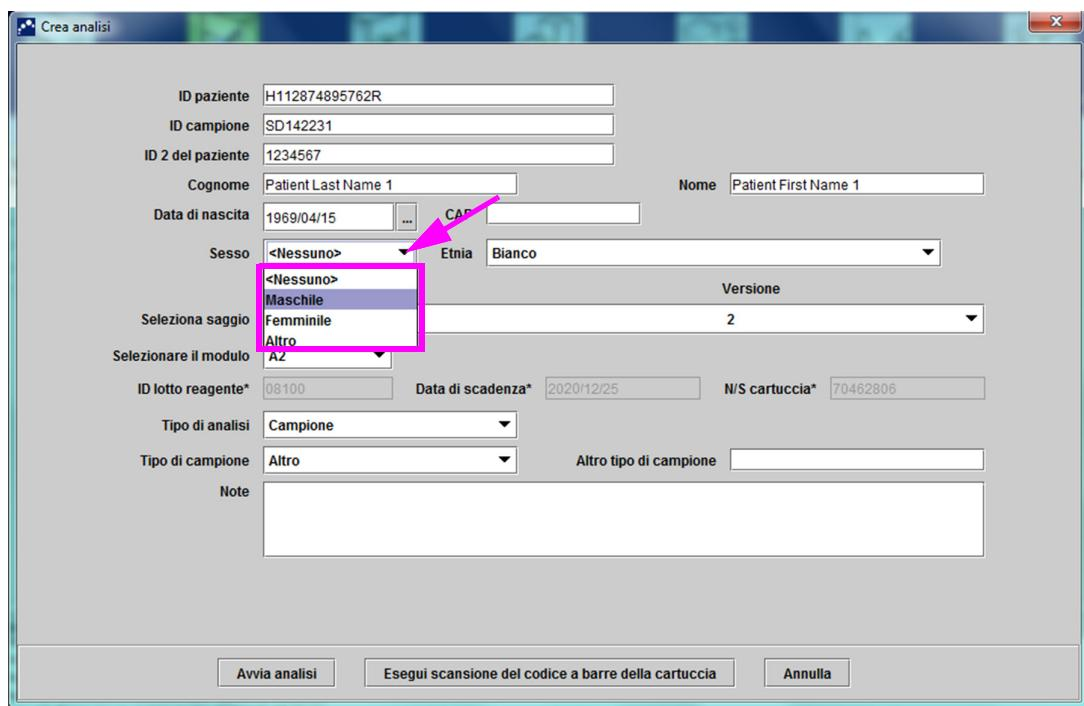

Figura 5-26. Finestra di dialogo Crea analisi con il campo Sesso
C. **Sesso**—Fare clic sul menu a discesa nella casella **Sesso** e selezionare il sesso corrispondente (vedere la Figura 5-26).